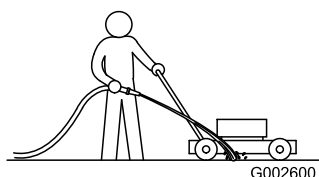

Bild 18
3. Lassen Sie den Motor bei eingekuppeltem Messer laufen und sprühen Sie Wasser vor das **rechte Hinterrad** (Bild 18).